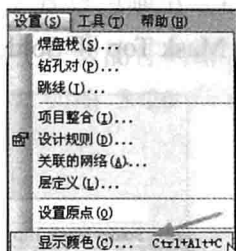

图 5-18 【显示颜色】菜单命令
(1) 执行菜单命令【设置】→【显示颜色】, 如图 5-18 所示。